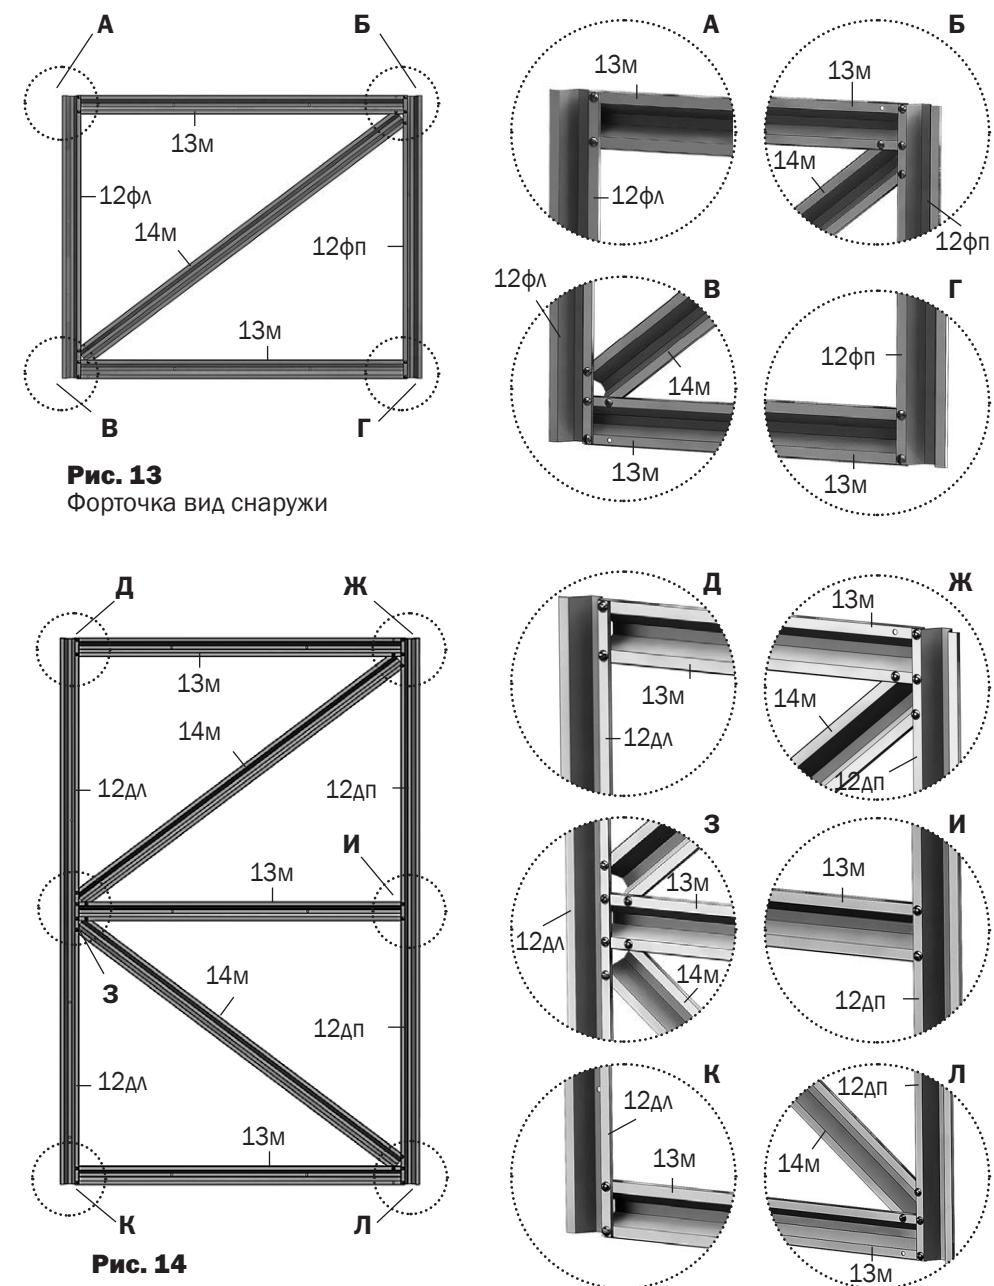

Рис. 13
детали 12...14 (дверь и форточка) - см. Рис.13,14
- Первоначально надо раскроить лист покрытия для торцов. Для этого соберите двери, форточки (**рис.13, рис.14**) и половину торца из деталей дуг **4ВК, 4НК** и прямолинейных деталей **1, 8П, 11-1, 11-2П, 21П, 9-1П, 9-2П**, временно закрепив загнутые концы деталей **11-2** на отверстия дуги. Не снимая защитной пленки с поликарбоната, разметьте места расположения деталей на листе покрытия в соответствии с **рис. 3 и рис. 4**